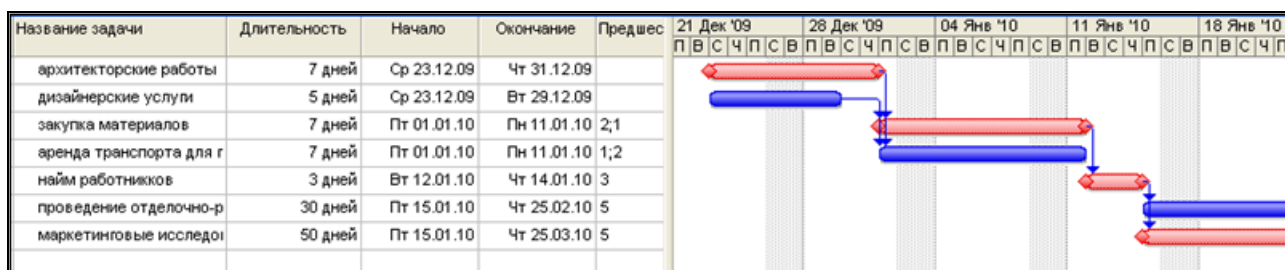

Рисунок 5.9 – Диаграмма Ганта проекта Стадии работ
4. Построить календарный график (см. рисунок 5.9).